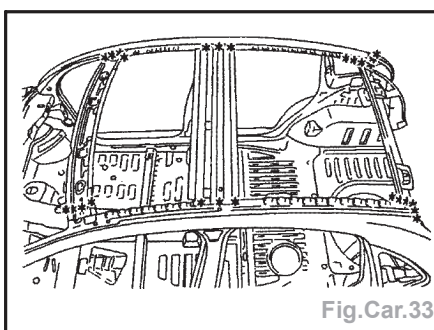

Fig.Car.33
- Souder par points électriques (Fig.Car.33).